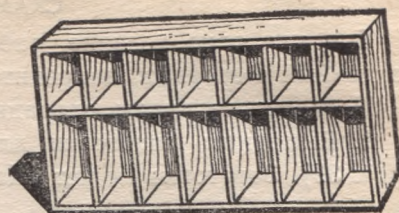

Рис. 36. Полка.
1. Подобрать материал для полки (рис. 36).